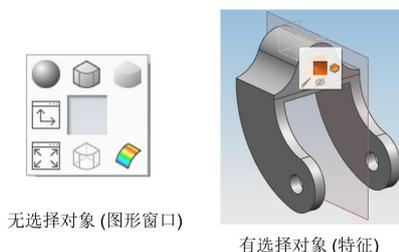

图 1-26 不同条件下的辐射菜单
(3) 辐射状菜单。辐射状菜单提供快速获取选项的另一种方法。当按下并保持鼠标右键时，根据不同的光标位置，会围绕光标位置显示一个包括 8 个图符的辐射状菜单，如图 1-26 所示。可利用它快速获取要求的命令。